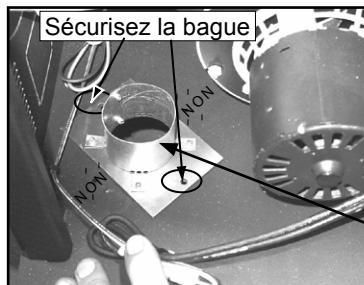

Figure 19.2
- h. Alignez et sécurisez l'ensemble de collier à l'aide de 2 des 4 trous comme montré. **Figure 19.2.**